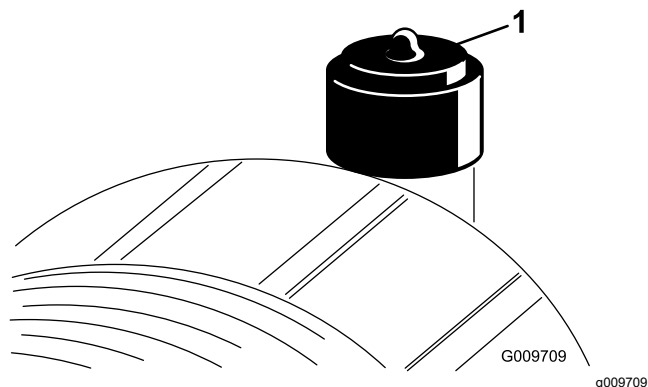

図 74
エアクリーナのフィルタの整備は、インジケータ 図 74 が赤色になってから行ってください。早めに整備を行っても意味がありません。むしろフィルタを外したときにエンジン内部に異物を入れてしまう危険が大きくなります。
9. インジケータ図 74が赤になっている場合はリセットする。